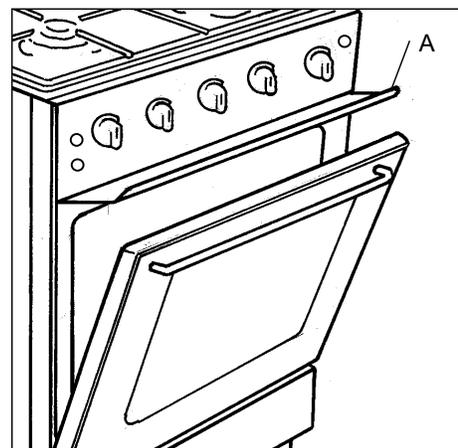

fig. 2
**Les parties accessibles de la cuisinière peuvent être chaudes lors de l'utilisation du grill. Eloignez les jeunes enfants. L'utilisation du grill se fait avec la porte entrouverte avec le déflecteur « A » mis en place (fig. 2). Évitez le contact avec les éléments chauffants se trouvant dans le four.**
- **Installez le déflecteur (fig. 2).**